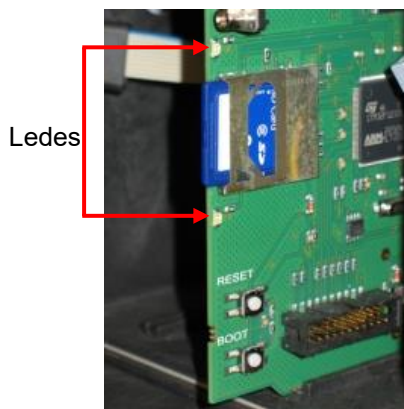

Figura 28
8. Testomat® se reinicia y lleva a cabo la actualización. En este modo, no se realizan salidas de texto, pero el estado se muestra a través de los ledes de la tarjeta SD (véase la Figura 28) y los ledes de la placa de control (véase la Figura 30 en la página 67). El progreso de la programación se muestra en forma de barra con 5 ledes en la placa de control: Al principio, solo el led1 (cerca del conector a la placa base) parpadea una vez cada 2 segundos; más tarde se enciende de forma continua y el siguiente led empieza a parpadear. El proceso se repite hasta que todos los ledes estén permanentemente encendidos. La actualización del *firmware* ha finalizado. El Testomat® se inicia automáticamente con el nuevo *software* operativo. La actualización completa del *firmware* tarda unos 70 segundos.